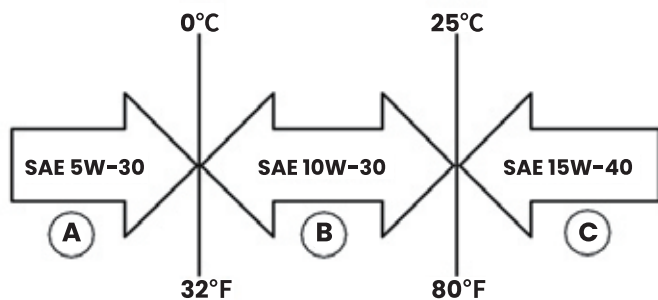

Figure 11: Huile recommandée
1. Utilisez uniquement l'huile moteur spécifiée à la Figure 11.
7. Sélectionnez l'huile moteur appropriée comme indiqué à la figure 11.